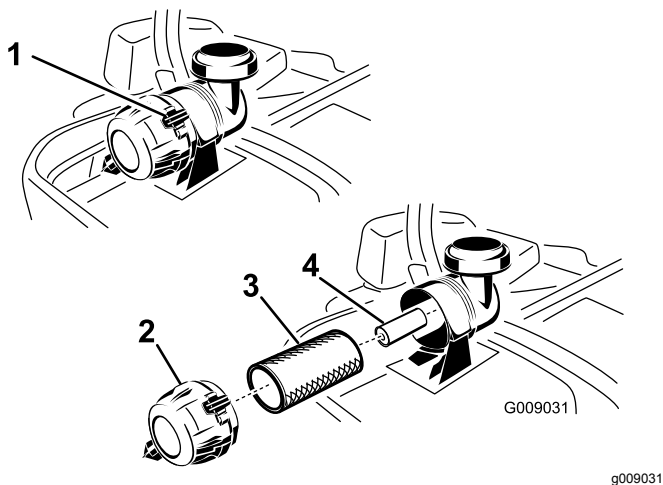

Bild 42
4. Lösen Sie die Halteklammern am Luftfilter und ziehen Sie die Luftfilterabdeckung vom Luftfiltergehäuse ab (Bild 42).
6. Schieben Sie den Hauptfilter vorsichtig aus dem Luftfiltergehäuse heraus (Bild 42).
2. Wenn Sie den inneren Filter auswechseln, schieben Sie ihn vorsichtig in das Filtergehäuse (Bild 42).
3. Schieben Sie den Hauptfilter vorsichtig auf den Sicherheitsfilter (Bild 42).
4. Setzen Sie die Luftfilterabdeckung auf (Entlüfterdeckel nach unten) und drehen sie so, dass die Halteklemmen in der Abdeckung einrasten (Bild 42).